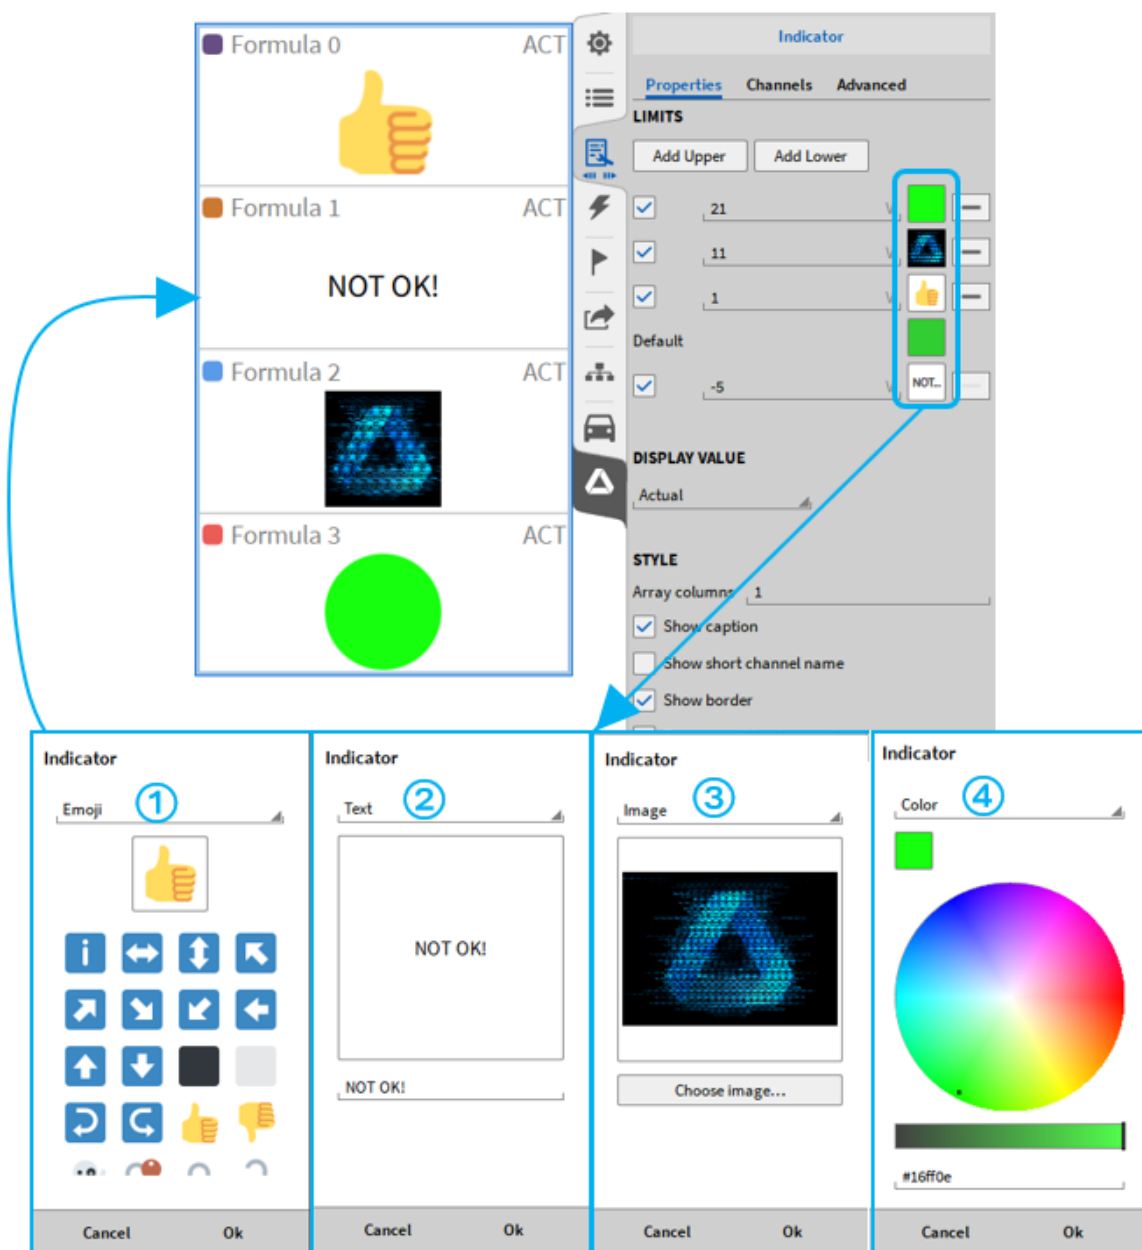

Fig. 8.14: 报警指示灯 - 限值
- 限值 (Limits): 用户可以定义上限值、下限值以及位于上下限之间的默认状态指示。为了直观显示限值是否被超出, 可以使用表情符号 (参见 Fig. 8.14 中的 ①)、文本 (参见 Fig. 8.14 中的 ②)、图像 (参见 Fig. 8.14 中的 ③) 或颜色 (参见 Fig. 8.14 中的 ④) 进行可视化显示。